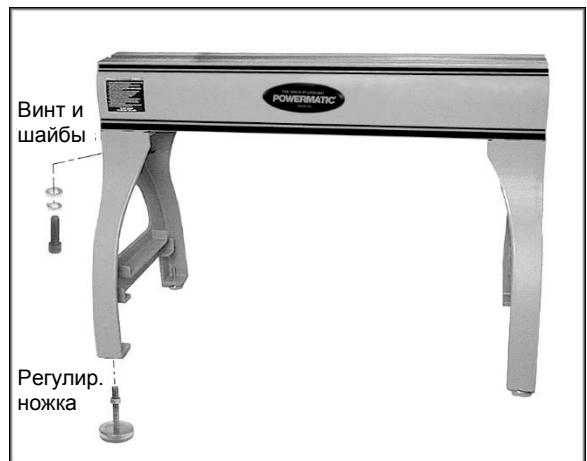

Рисунок 1
4. Установите опоры, используя восемь винтов, стопорные шайбы и плоские шайбы (рисунок 1). Плотно затяните винты с помощью 8 мм шестигранного ключа.
5. Закрутите регулируемые ножки в отверстия опор (Рис. 1). Затяните гайки вплотную к опорам с помощью 14 мм гаечного ключа. Ножки можно отрегулировать позднее.